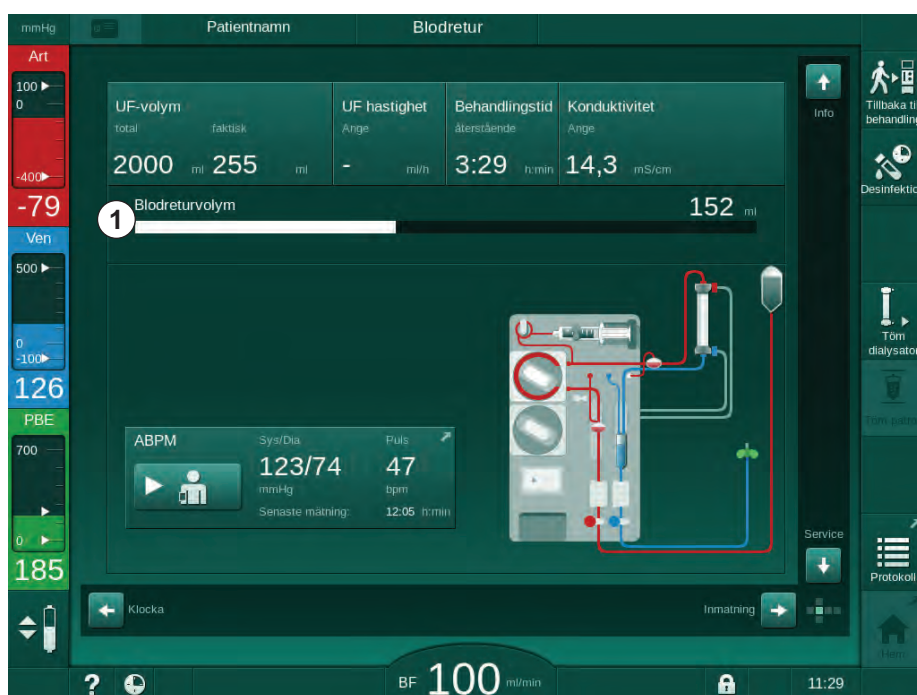

Bild 6-20 Blodretur pågår
☞ Den givna blodreturvolymer visas på skärmen (Bild 6-20, ①).